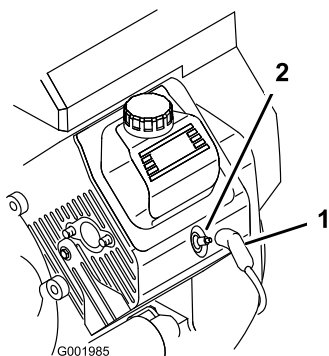

Bild 53
- Ziehen Sie die Kabel von den Zündkerzen ab (Bild 53).
- Stecken Sie die Kabel auf die Zündkerzen (Bild 53).